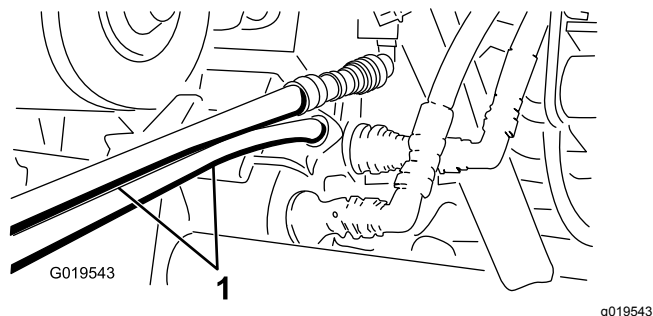

図 71
5. 救援側のワークマンのカップラブラケットにまだついているカップラに、救援用ホースを接続する上のホースは上のカップラに、下のホースは下のカップラに接続する 図 71。